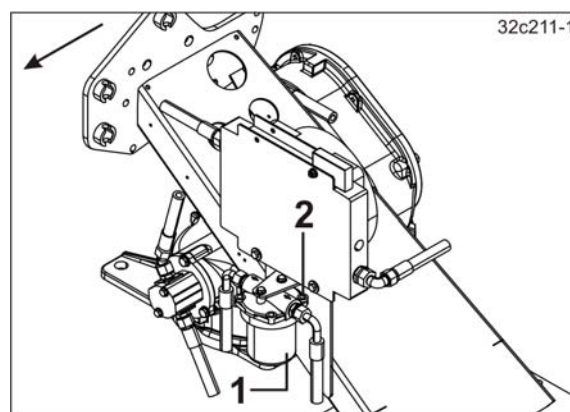

Рис. 181
1. Демонтируйте стакан масляного фильтра (Рис. 181/1).
- 1.1 Открутите винты (Рис. 181/2).